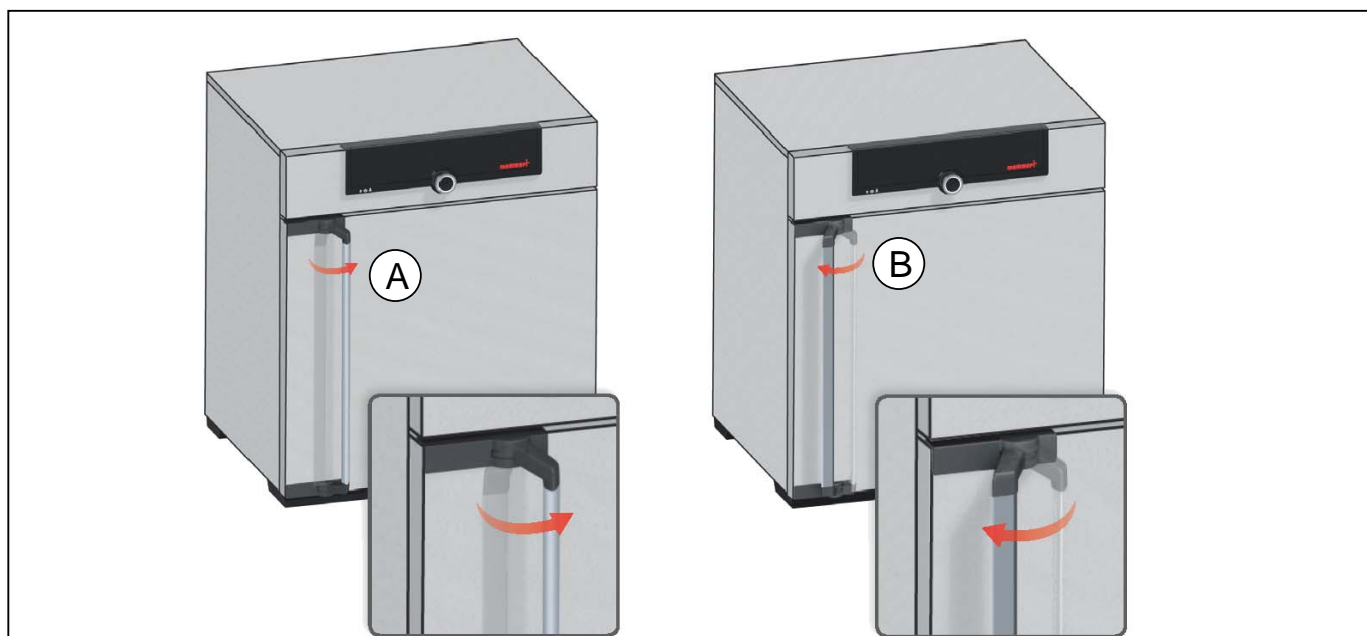

Fig. 13 Åbning og lukning af døren
- ▶ Træk dørgrebet til siden for at åbne døren (afhængigt af dørvarianten enten til venstre eller højre, Fig. 13, A), og åbn døren helt.
- ▶ Skub døren i og skub dørgrebet til siden for at lukke døren (B).